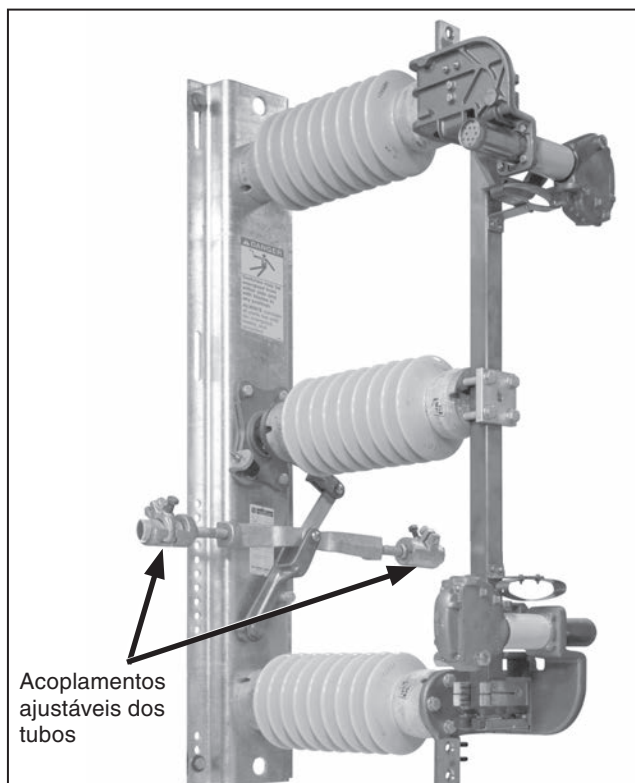

Figura 3. Conecte os acoplamentos dos tubos ao mecanismo de acionamento da chave.
PASSO 2. Fixe os acoplamentos dos tubos ao mecanismo de acionamento de cada polo de chave. Cada mecanismo de acionamento inclui um espaçador de $\frac{1}{4}$ de polegada e um espaçador de $\frac{3}{4}$ de polegada. Utilize um ou ambos os espaçadores, dependendo da quantidade e do tipo do(s) acoplamento(s). Ver Figura 3 e a etiqueta de instruções afixada ao mecanismo de acionamento.